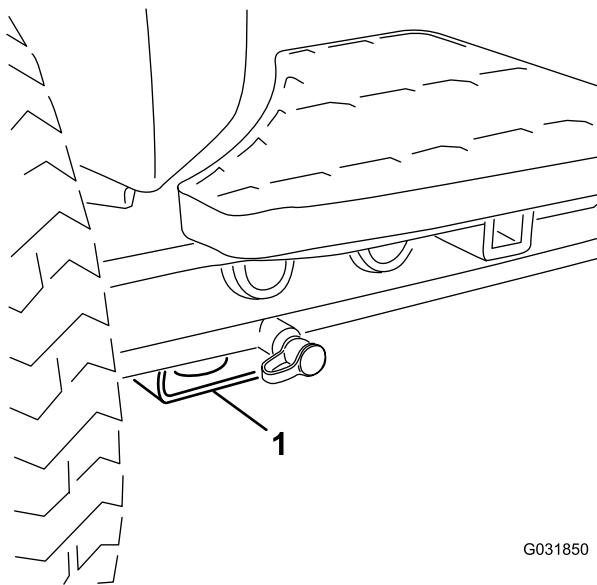

Figura 37
- Anteriore – Supporto rettangolare, sotto il tubo dell'assale, all'interno delle ruote anteriori (Figura 37).